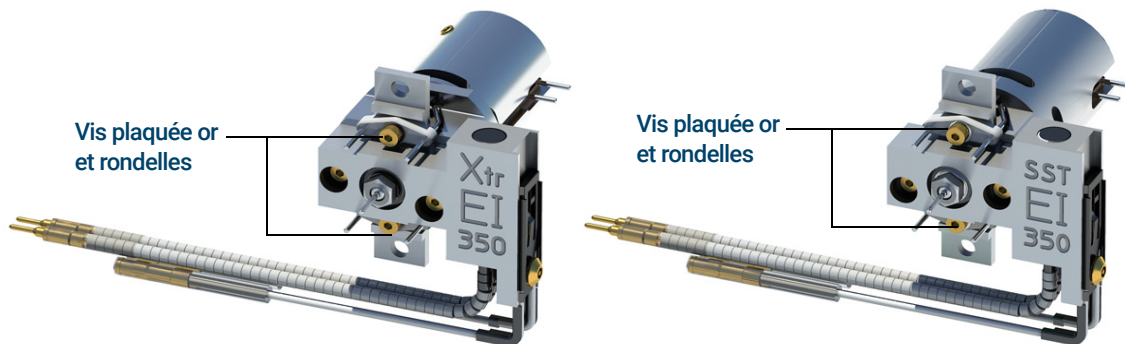

Figure 69. Remplacement du filament
- 4 Déposer la vis plaquée or et la rondelle du filament. (Voir **Figure 69** page 233.)
- 6 Fixer le nouveau filament avec la vis plaquée or et la rondelle. (Voir **Figure 69**.)